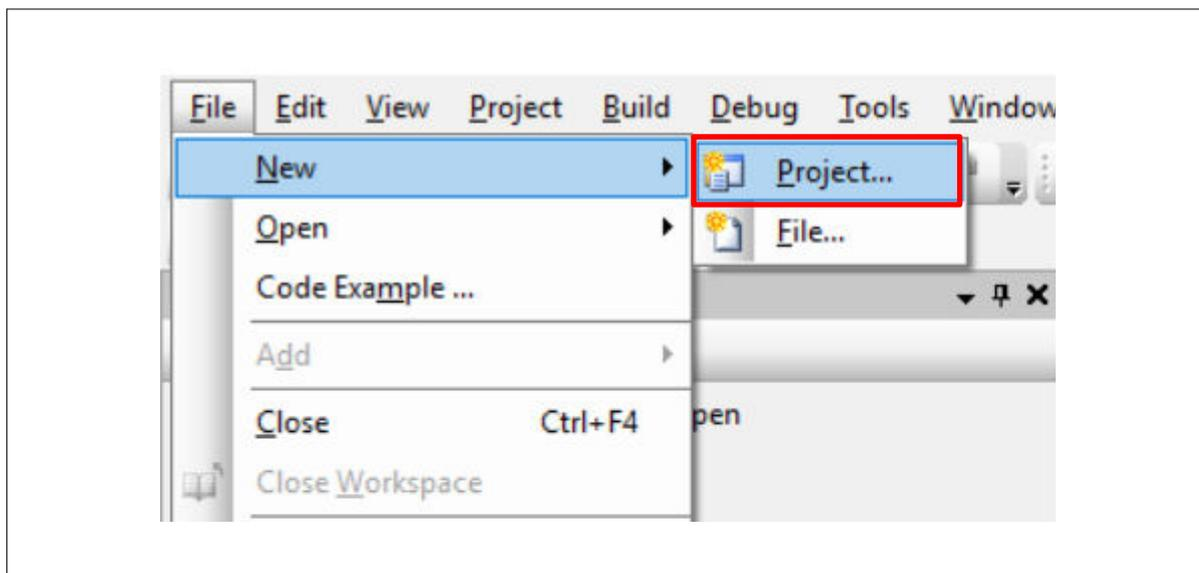

図 33 新規プロジェクトの作成
1. 図 33 に示すように、PSOC™ Creator を起動し、**File** メニューから **New > Project** を選択してください。